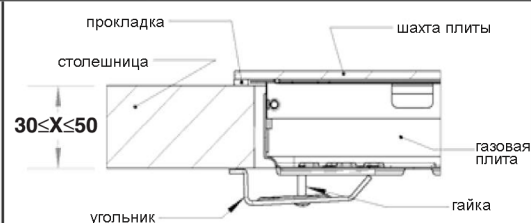

рис.12
- Снимите полоску защитной бумаги с прокладки. Вставьте варочную поверхность в подготовленное отверстие в мебели и закрепите ее соответствующими крепежными винтами крепежных скоб (см. рис. 12).